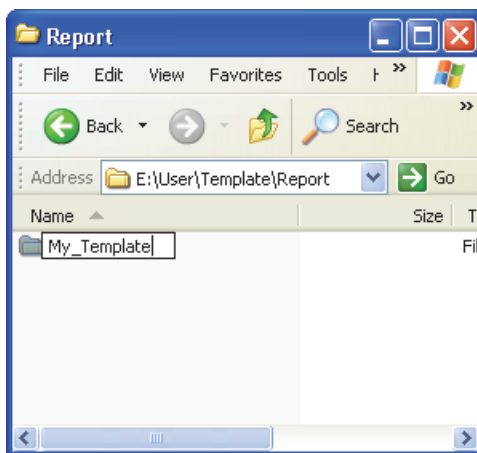

Рис. 7-5 Путь файлов пользовательского отчета
4. Переименуйте только что скопированную папку \User\Template\Report\Complete\, дав ей название по вашему выбору (в примере на Рис. 7-5 на стр. 191 она переименована в Мой_Шаблон [My_Template]).